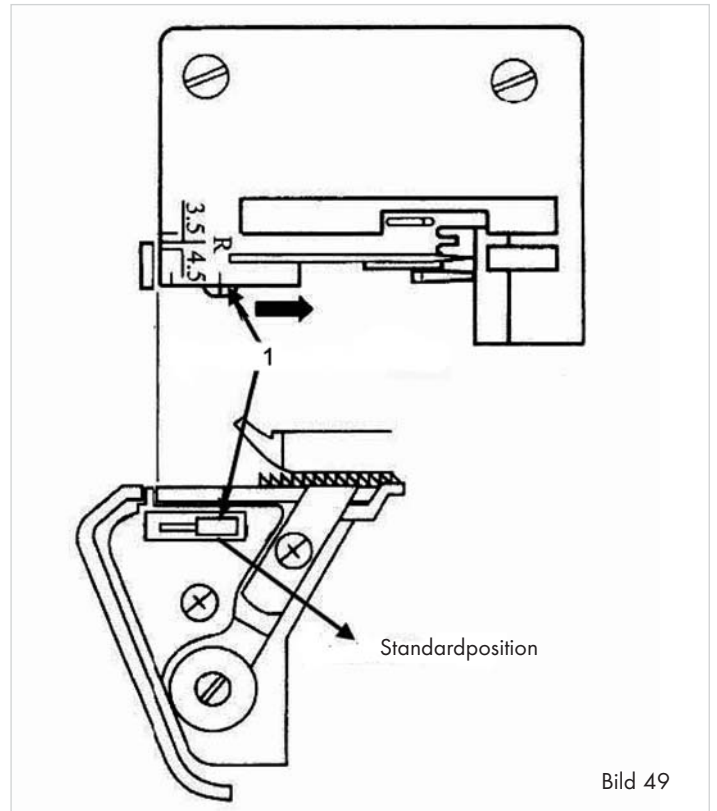

Bild 49
- Öppna frontluckan ⑩.
- Flytta sömbreddsväljaren ②③ till läge S så att fingret skjuts fram (1)(bild 49).
① **Observera:**